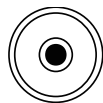

Fig.9
- (1) Gire los tornillos de los pies para centrar la burbuja.
- (2) Gire el instrumento 180°, la burbuja estará en el centro. (Fig. 9) de lo contrario, será ajustado. El método es el siguiente.